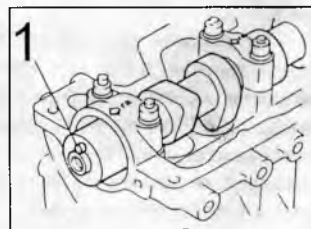

Рис. 52
канием. Снимите крышки подшипников, вкладыши (если имеются) и сальники. Установку производите в обратном порядке. Затяжку гаек производите в несколько этапов в обратной последовательности, с моментом затяжки на последней стадии в пределах 15-25 Н•м. Перед установкой вала смажьте опорные шейки вала и подшипники моторным маслом. Если сальник устанавливается непосредственно в головку блока, установите его перед установкой крышек подшипников, предварительно смазав моторным маслом. Если передний сальник устанавливается в держателе, устанавливайте его после затяжки гаек крепления крышек подшипников, так же предварительно смазав его моторным маслом. Если используются сменные вкладыши, они должны устанавливаться на прежние места. Верхние и нижние вкладыши не взаимозаменяемы. Устанавливать вал необходимо таким образом, чтобы штифт (1) вала (или паз под шпонку) установки зубчатого шкива был расположен в верхней точке (Рис. 52).